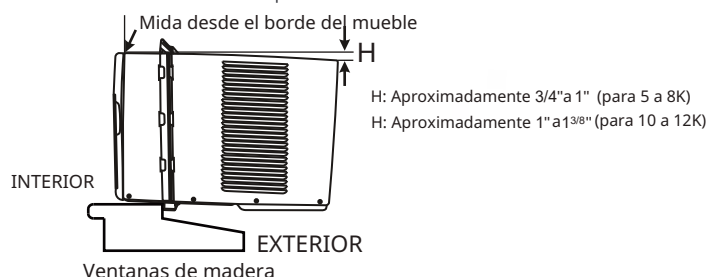
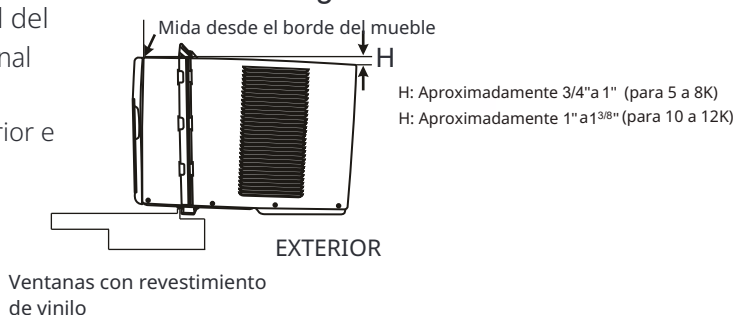

Fig.5A
Fig.5B
- A. Mantenga un agarre firme en el aire acondicionado, coloque cuidadosamente la unidad en la abertura de la ventana para que la parte inferior del marco del aire acondicionado esté contra el alféizar de la ventana (Fig.5A y Fig.5B). Cierre cuidadosamente la ventana detrás del riel superior de la unidad.
NOTA: Compruebe que el aire acondicionado está inclinado hacia atrás alrededor de H (Fig.5A y Fig. 5B) (inclinado alrededor de 3° a 4° hacia abajo hacia el exterior). Después de la instalación adecuada, el condensado no debe drenar del orificio de desbordamiento durante el uso normal, corrija la pendiente en caso contrario.